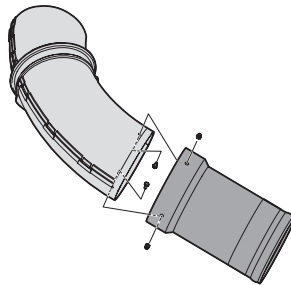

Figura 23
4. Coloque el tubo del canal superior en el extremo ancho del tubo de extensión y sujete los tubos entre sí usando dos tornillos hexagonales (710-3013) y tuercas de seguridad (712-0442). Consulte la Figura 23.